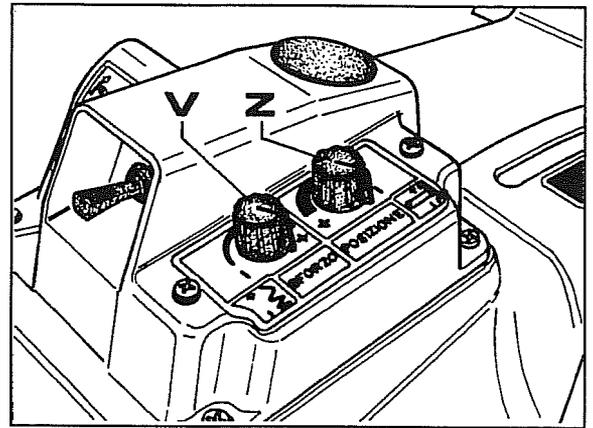

Fig. 55
- b. Girar ambos reóstatos **V-Z** (fig.55) hasta el tope en sentido horario.
- e2. Controlar que el reóstato **Z** (fig. 55) está girado hacia el signo negativo (-).